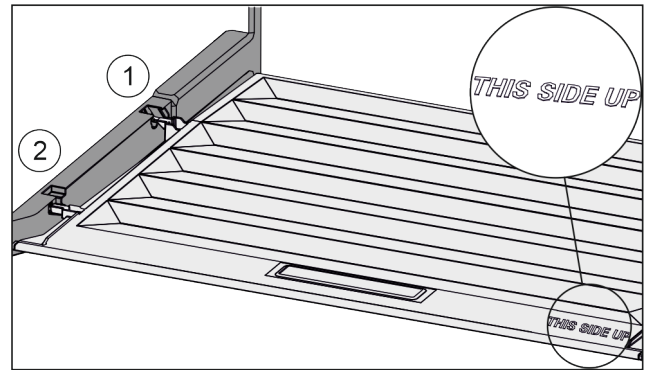

Fig. 136
- ▶ Пъхнете шийките на капака през отвора в задния държач Fig. 136 (1) и фиксирайте отпред в държача Fig. 136 (2).